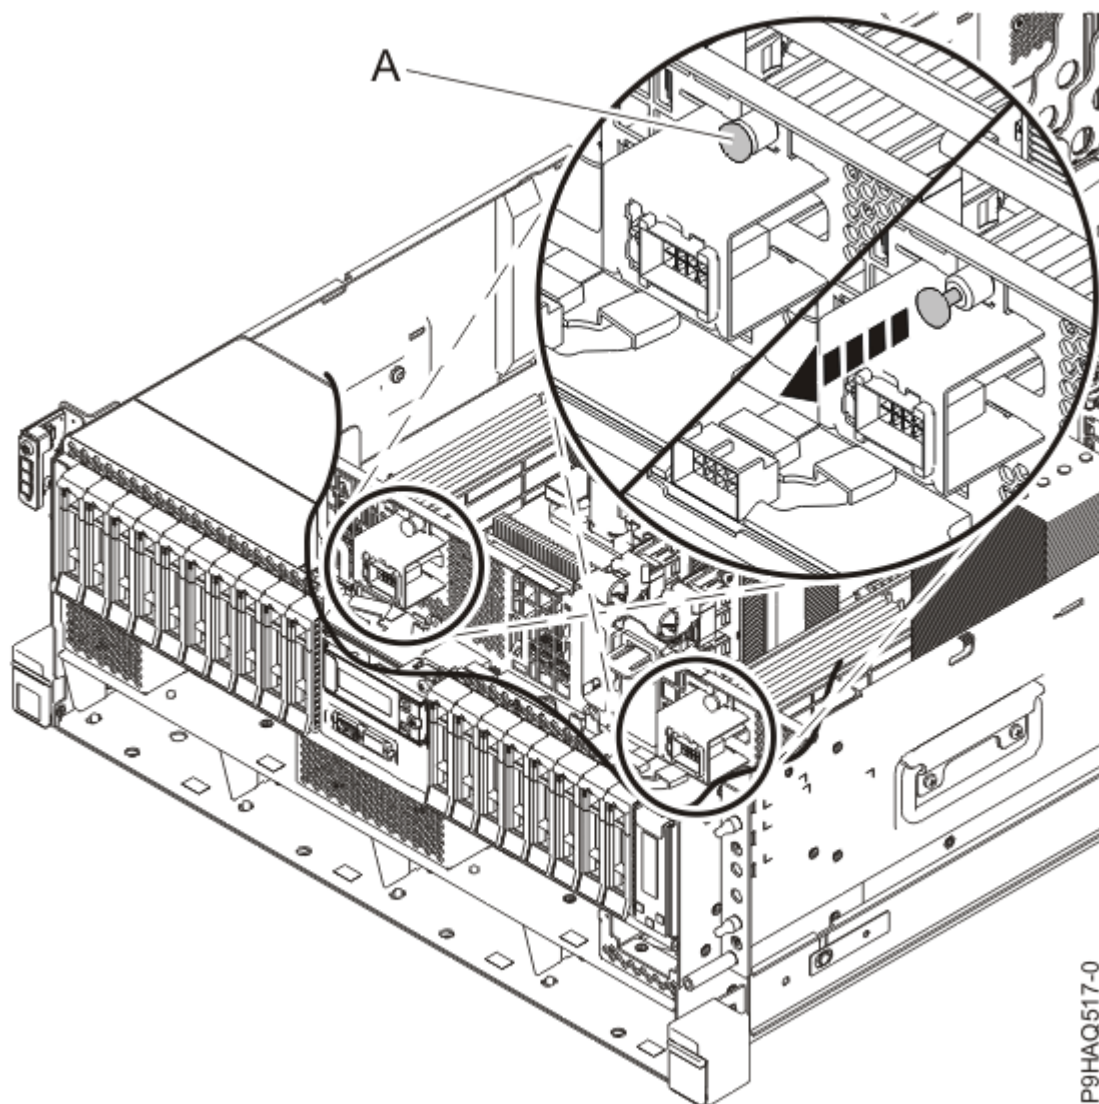
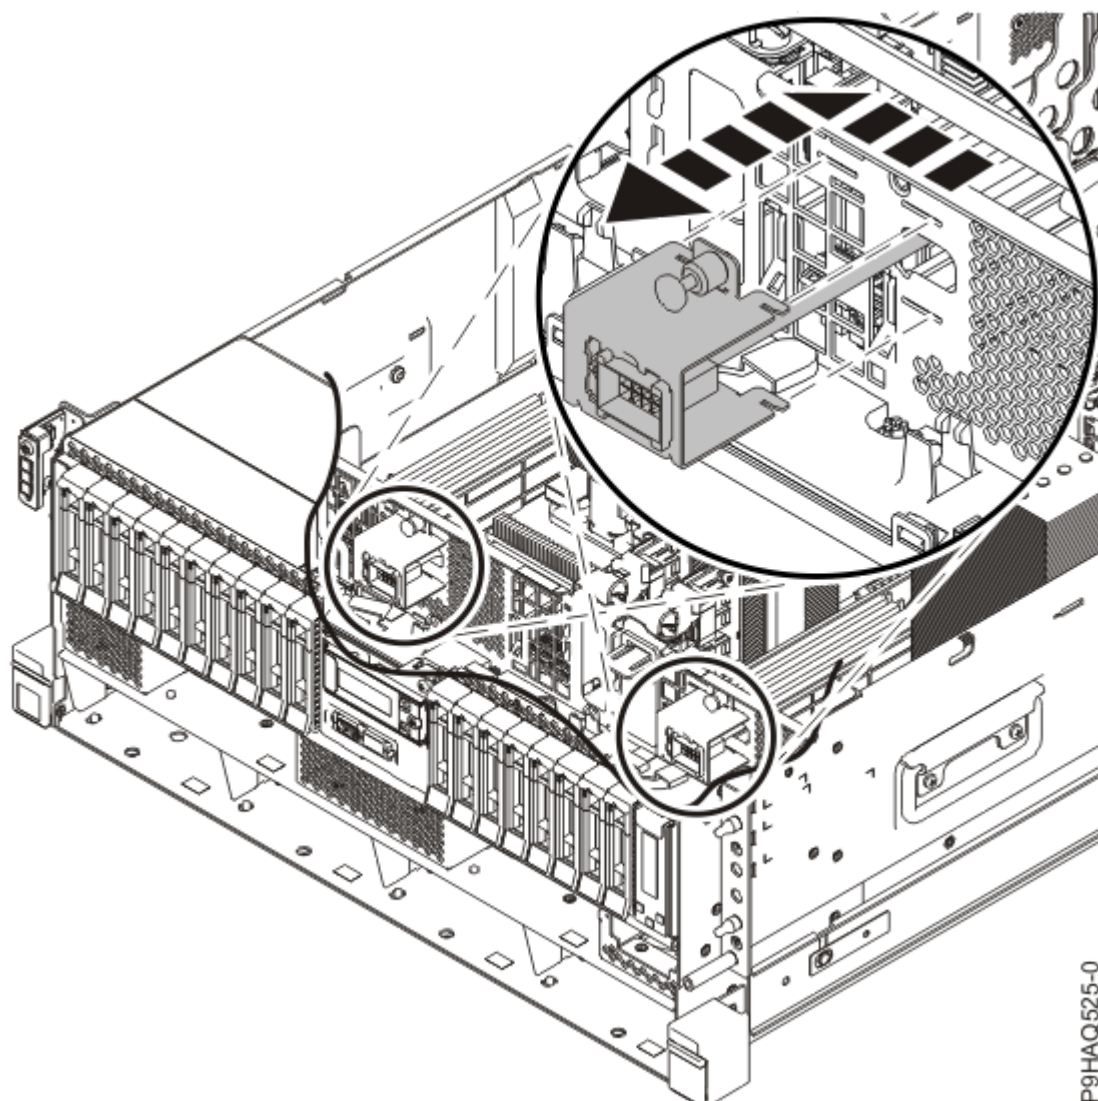

Figure 26. Dégagement du connecteur du ventilateur de la cloison
Figure 27. Retrait du connecteur du ventilateur de la cloison
6. Débloquez le connecteur du ventilateur de la cloison comme illustré dans la Figure 26, à la page 32 et la Figure 27, à la page 33.